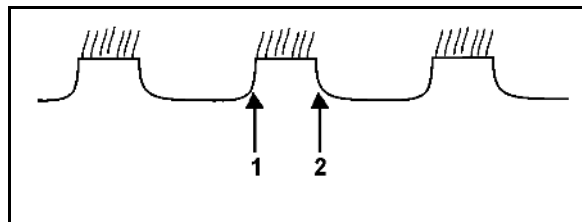

Bild 49
Därför är maskinen försedd med 6 stycken bulthål (Bild 49).
3. Lossa låssprintarna (Bild 49/1).
4. Sätt i excenterbultarna (Bild 49/2) i önskat hål.
- Det förvalda hålet är markerat med en pil (Bild 49/3).